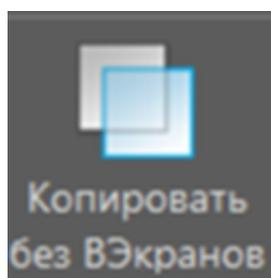

Рис. 5.13
- кнопка “Копировать без ВЭкранов” - позволяет скопировать все параметры и содержимое листа на новый лист, за исключением видовых экранов. (рис. 5.13).